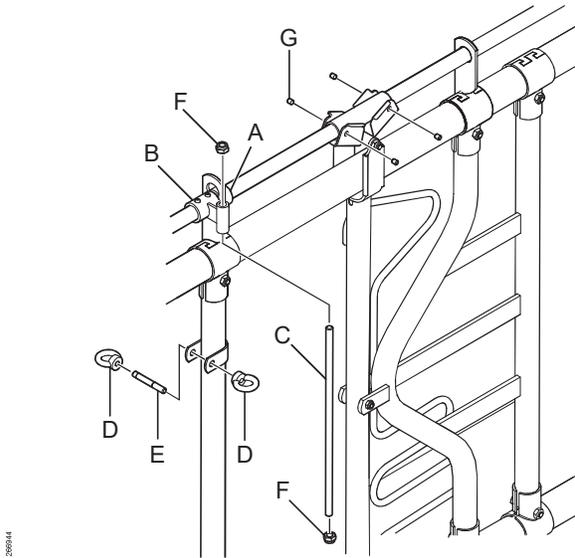

Fig. 31: Installering av kontrollenheten.
14. Monter kontrollenheten, fortrinnsvis ved enden av raden. Stopperingen og stopperingen med håndtakstilkoblingen festes på begge sider av siste kontrollrørføringen (A) i seksjonen ved hjelp av én stoppering, en spesialstoppering med sveist tilkobling for håndtak (B), ett håndtak (C), to M12-låsemuttere (F), én bøyd plate for Ø42,4 mm (Ø1¼") rør og én M10 x 65 mm-skrubolt (E) (se Fig. 31).
15. Fest to M10-løfteøyemuttere (D) til støtten slik Fig. 31 viser.
16. Fest håndtaket på kontrollenheten i løfteøyemutteren som befinner seg på dyresiden. Låseinnretningen kan deretter festes til kontrollrørføringen ved hjelp av fire M8 x 10-innstillingsskruer (G) slik Fig. 31 viser.
Merk! Stram de fire innstillingsskruene M8 x 10 A2 (G) godt for å unngå at de løsner (se Fig. 31).